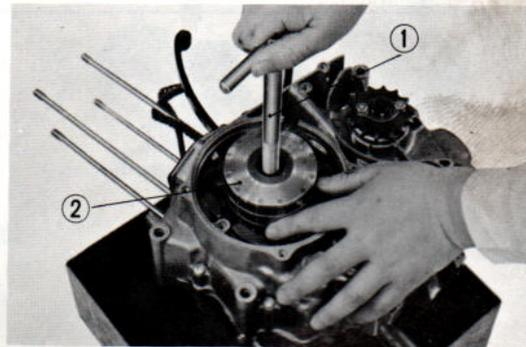

Fig. 77 Dépose du rotor ① Extracteur de rotor (Outil n° 07011 . 03001) ② Rotor
- 2) Retirer les vis de fixation de l'alternateur et déposer le rotor. (Fig. 77)